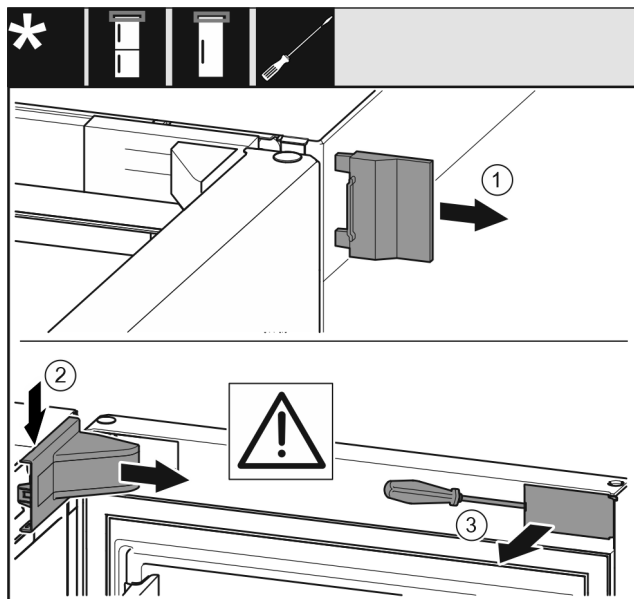

Fig. 8
- ▶ Buitenste afdekking Fig. 8 (1) wegnemen.
- ▶ Lagerbokafdekking Fig. 8 (2) ontgrendelen en wegnemen.
- ▶ Paneel Fig. 8 (3) met een platte schroevendraaier ontgrendelen en opzij draaien.